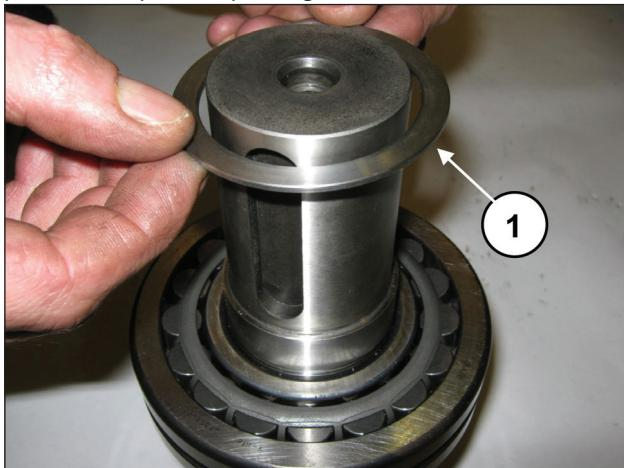
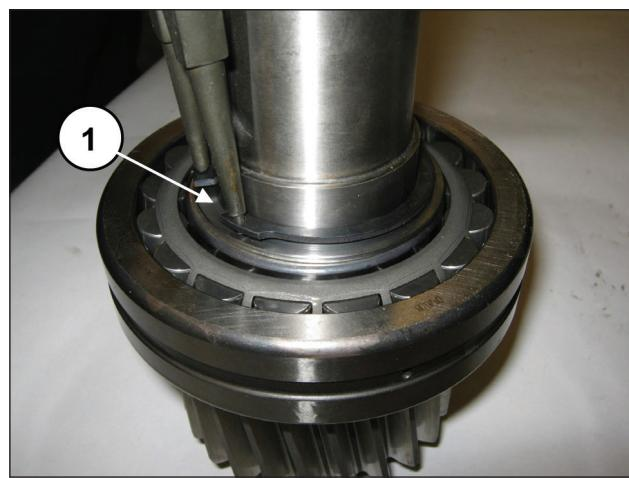

Fig. 85
Fig. 86
Insérer la bague d'appui du roulement (rep. ①, Fig. 85) et placer le circlip Ø55 (rep. ①, Fig. 86).